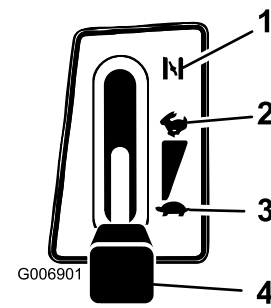

Figure 9
4. Placez la manette d'accélérateur en position de starter (Figure 9).
6. Lorsque le moteur a démarré, amenez progressivement la manette d'accélérateur en position haut régime (Figure 9). Si le moteur cale ou hésite, ramenez la manette d'accélérateur en position de Starter pendant quelques secondes, puis placez-la en position Régime maximum. Répétez l'opération si nécessaire.
1. Placez la manette d'accélérateur en position Régime maximum (Figure 9).